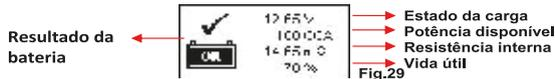

Fig.29
7. O resultado do teste deverá aparecer no ecrã (Fig.29) dentro de 7 segundos.
5. Baseado no exemplo dado na Fig.29,os resultados finais podem ser explicados da seguinte forma: